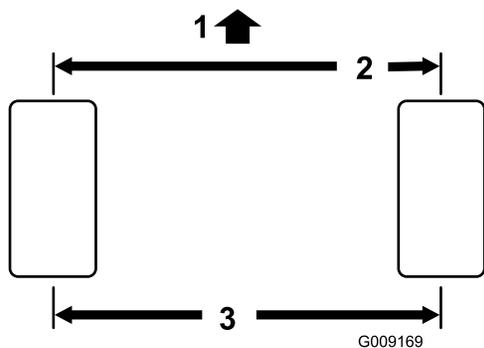

Figura 72
1. Misurate l'interasse (all'altezza dell'assale) sulla parte anteriore e posteriore degli pneumatici di sterzo. La misurazione anteriore deve risultare di 3 mm inferiore a quella posteriore (Figura 72).